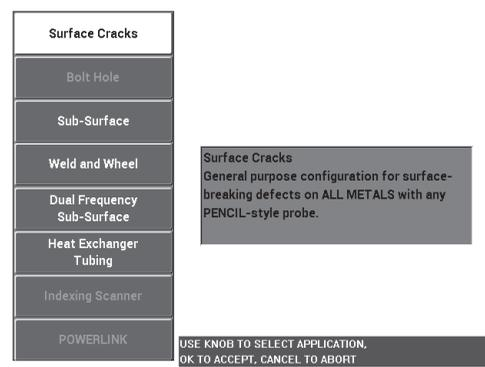

Figura 5-2 Aplicación para grietas superficiales
2. Pulse una sola vez la tecla de menú ADV SETUP (), seguida de la tecla de función A (**APPL SELECT**) para abrir el menú de selección de aplicaciones. Seleccione la opción **Surface Cracks** (grietas superficiales) con la rueda de ajuste *SmartKnob* y después pulse la tecla  para aceptar la selección. Vea la Figura 5-2 en la página 139.